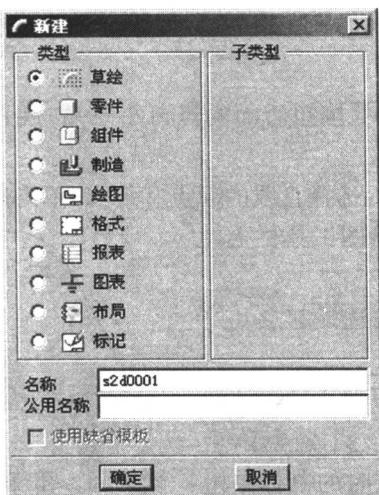

图 2-1 “新建”对话框
(1)选择主菜单中的“新建”菜单项,打开“新建”对话框,在“类型”栏中选择“草绘”,如图 2-1 所示,需要注意,如果采用这种方式进入草绘模式,则只能绘制草图,若将绘制的草图保存,则可供以后在设计实体造型时调用。